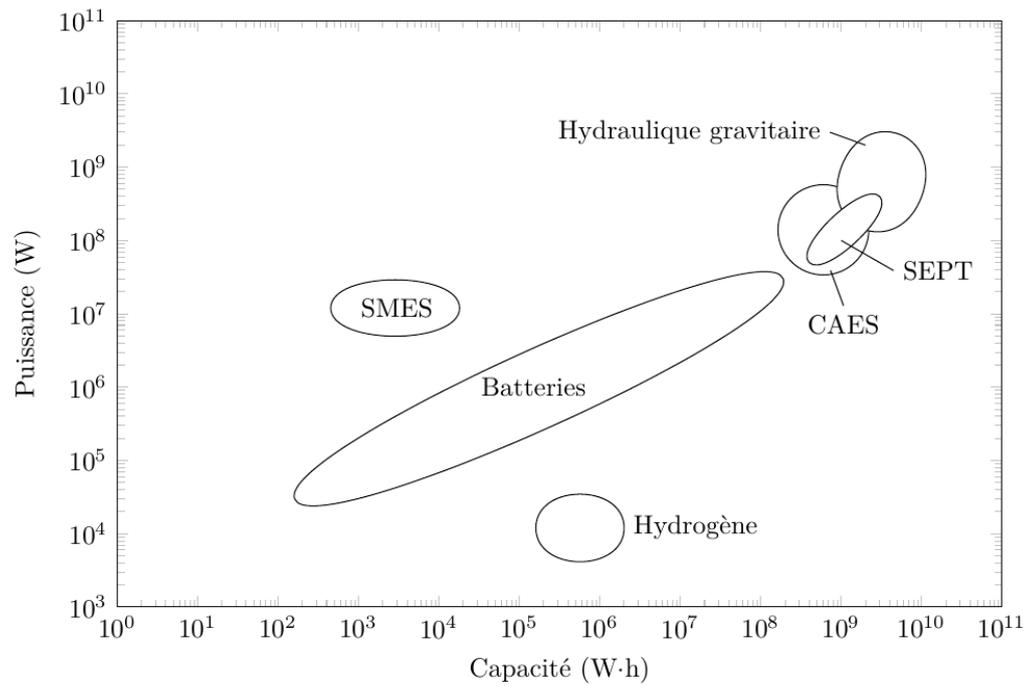

Figure 4
Parmi les autres modes de stockage d'énergie, on peut citer l'hydraulique gravitaire, l'air comprimé électriquement (procédé CAES), les batteries, le stockage magnétique d'énergie (procédé SMES) ou encore le stockage d'hydrogène (utilisable par exemple dans les piles à combustibles). La figure 4 positionne ces divers modes de stockage en termes de puissance et de capacité énergétique.
**Q 12.** Comparer le procédé SEPT aux autres méthodes de stockage d'énergies présentées dans la figure 4.